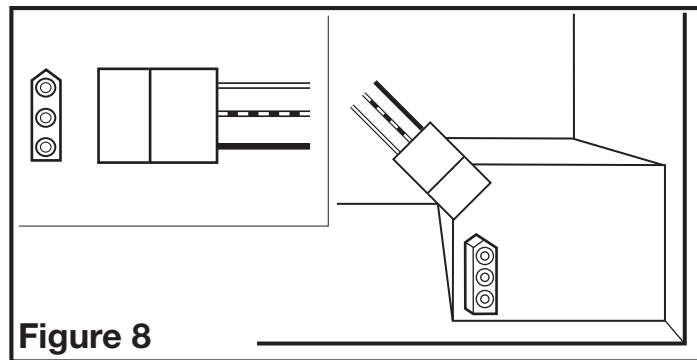

Figure 8
2. Brancher le cordon à raccordement rapide dans le réceptacle. Ce cordon ne s'ajuste que d'une seule façon dans le réceptacle (**Figure 8**).
3. Installer la grille en pressant ensemble les deux extrémités des ressorts et en les installant dans les fentes du châssis du ventilateur. Pousser la grille en position (**Figure 8**).